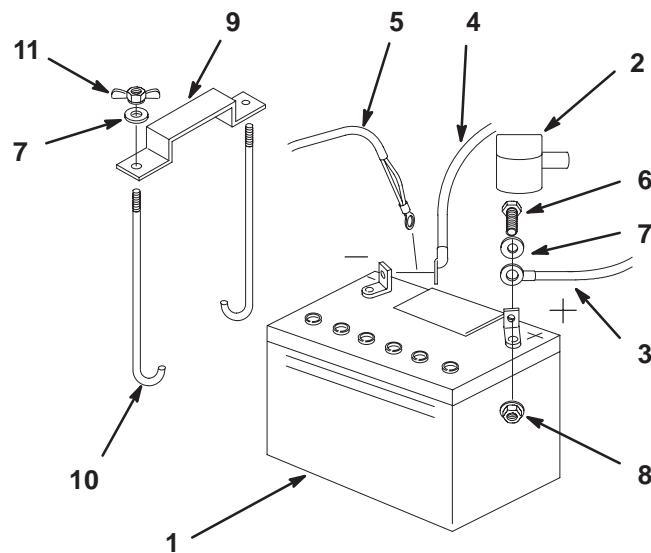

Figure 58
1. Placez la batterie dans son support en tournant les bornes vers le moteur (Fig. 58).
4. Fixez les câbles à l'aide de 2 boulons (1/4 x 3/4"), 2 rondelles (1/4") et 2 contre-écrous (1/4") (Fig. 58).
6. Fixez la batterie en position avec des boulons en J, une barrette de maintien et 2 rondelles (1/4") et 2 écrous papillons (1/4") (Fig. 58).
3. Débranchez d'abord le câble négatif et le câble de masse de la borne négative (-) de la batterie (Fig. 58).
4. Ôtez le capuchon rouge de la borne positive (rouge) de la batterie. Retirez ensuite le câble positif (rouge) de la batterie (Fig. 58).
5. Retirez les deux écrous papillons (1/4") de fixation de la barrette de maintien de la batterie (Fig. 58).